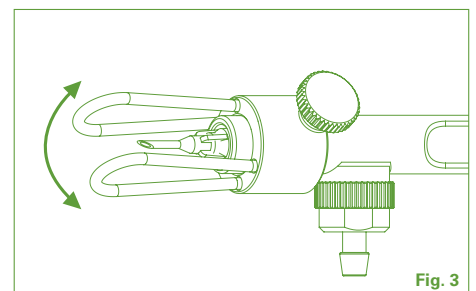

Fig. 3
3. Adjust angle as necessary (Fig. 3).
3. Winkel nach Bedarf anpassen (Abb. 3).
3. Régler l'écartement (Fig. 3).